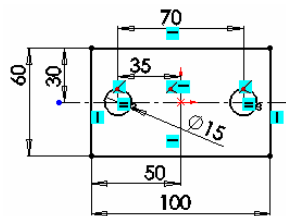

图 5-42 标注尺寸
⑦ 标注尺寸。单击智能尺寸按钮，为草图标注尺寸如图 5-42 所示。